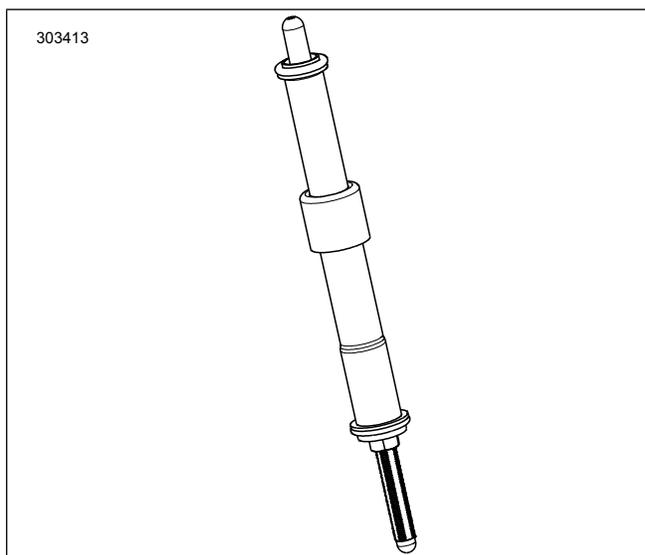

Figura 2. Vareta de compressão instalada na tampa da vareta de compressão
7. Veja a figura 2. Instale as varetas de compressão da admissão nas tampas das varetas de compressão.